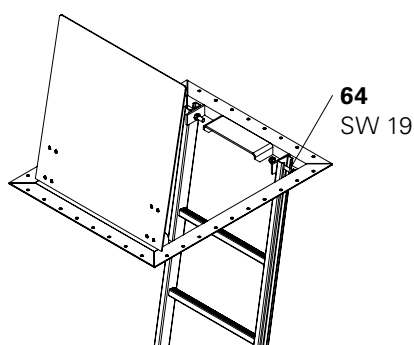

Fig. B1.41
2. Fissare dall'alto la scala ai due lati della botola con 2 viti ISO 4017 M12 x 40-8.8 (64), Ch 19. (Fig. B1.41)